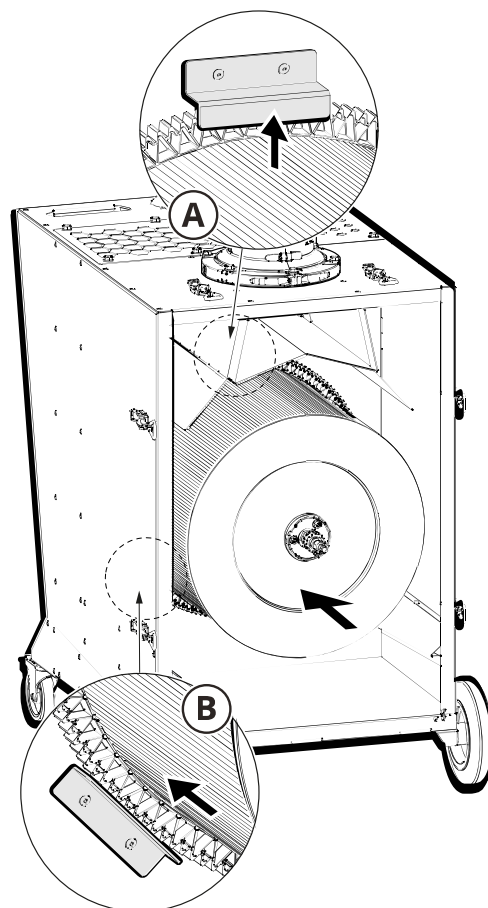

Fig. 31
2. Deslice con cuidado el nuevo cartucho del filtro (**Fig. 31**).
1. Deslice con cuidado el nuevo cartucho del filtro (**Fig. 31**).